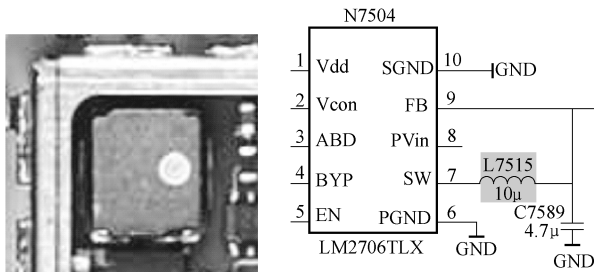

图 3-7 贴片电感的识读
3) 根据贴片电感常见应用来判断，如图 3-7 所示，实物上没有标识，可以根据 LM2706TLX 的 7 脚常接外接件的特点来判断。